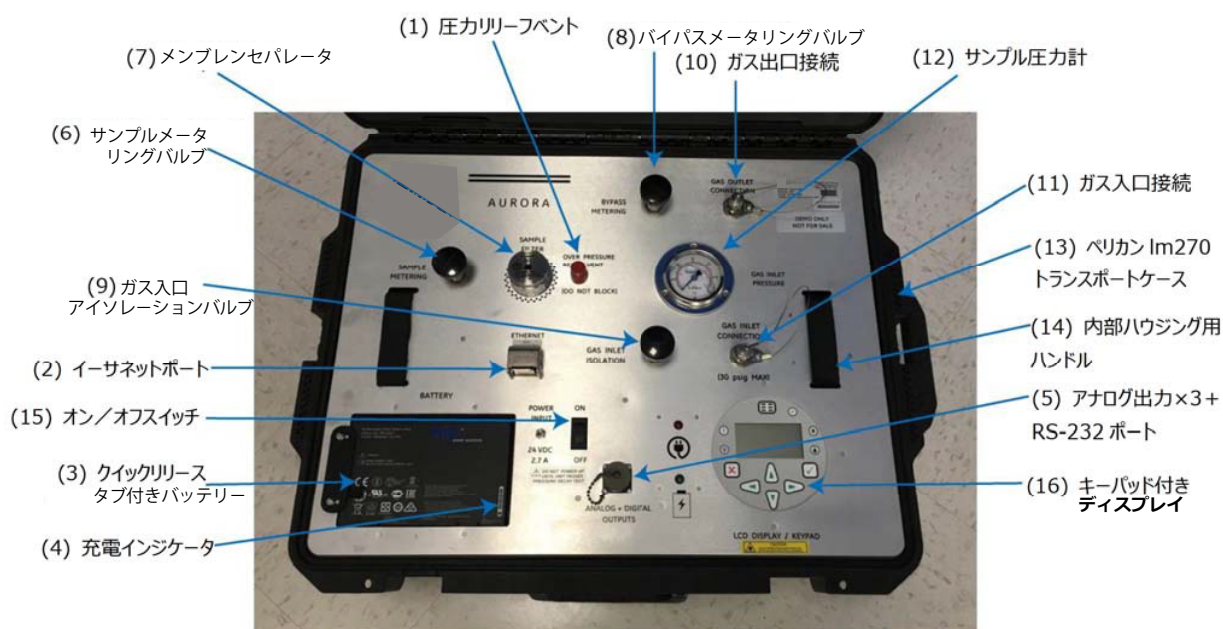

図 4 : BHGE Aurora TransPort のフロントパネル
下の図 4 を参照して、スタートアップガイドに記載の各構成部品を確認してください。
2. 同梱のリチウムイオンバッテリーを、左のつまみ(3)を緩めたのち、図 4 の向きにバッテリースロットに挿入します。